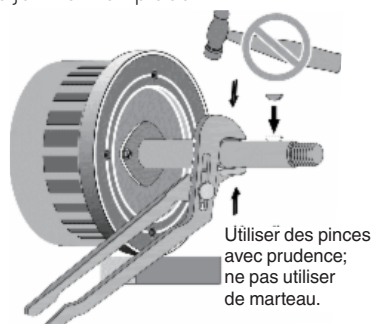

Figure 21
3. Assurez-vous que les clavettes de l'arbre sont en place sur l'arbre. Si ce n'est pas le cas, serrez-les en place maintenant avec des pinces à joints coulissants. Ne les tapez pas ou ne les frappez pas avec un marteau; vous pourriez plier l'arbre (voir la figure 21). Lorsque les clavettes sont correctement installées, l'adaptateur passe sur les clavettes sans interférence.